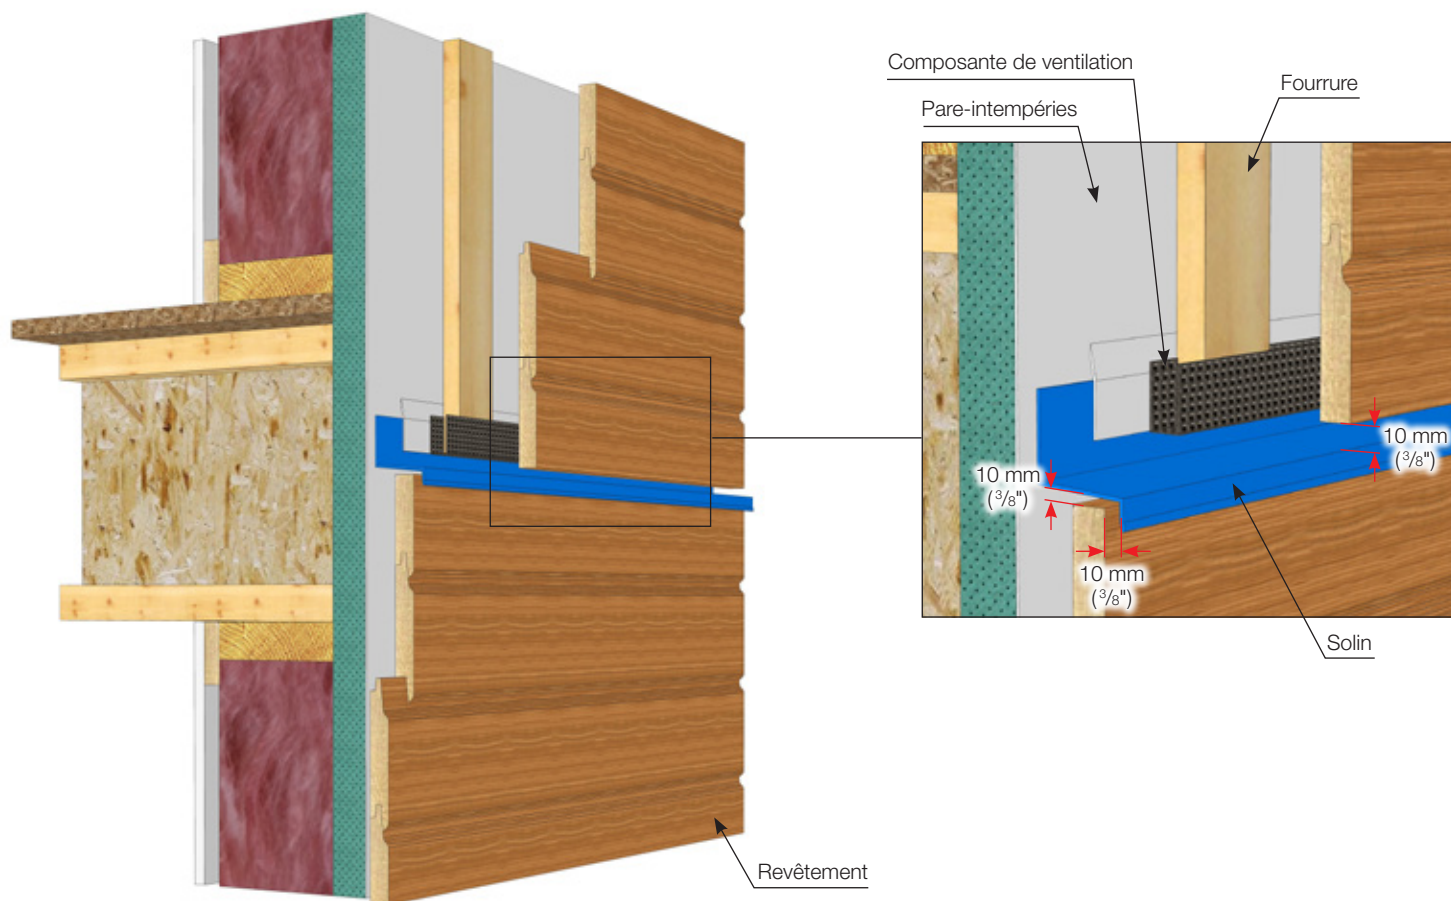

FIGURE 16 • Interruption de la lame d'air pour les surfaces de revêtement excédant 6 m de hauteur
- Soit compartimer, en interrompant et expulsant la lame d'air par l'intégration de nouvelles ouvertures et sorties d'air à chaque section de mur (maximum de 6 mètres). Se référer à la **Figure 16** pour constater l'impact sur les fourrures de la coupure de la lame d'air au niveau du deuxième plancher.
D'autre part, rappelons que pour un mur dont la surface en plan est de plus de 6 mètres de hauteur, il est requis de recouper la lame d'air par des ouvertures libres de 10 mm ($\frac{3}{8}$ po), tel qu'illustré à la **Figure 16**. Autrement, l'épaisseur de la cavité de drainage et